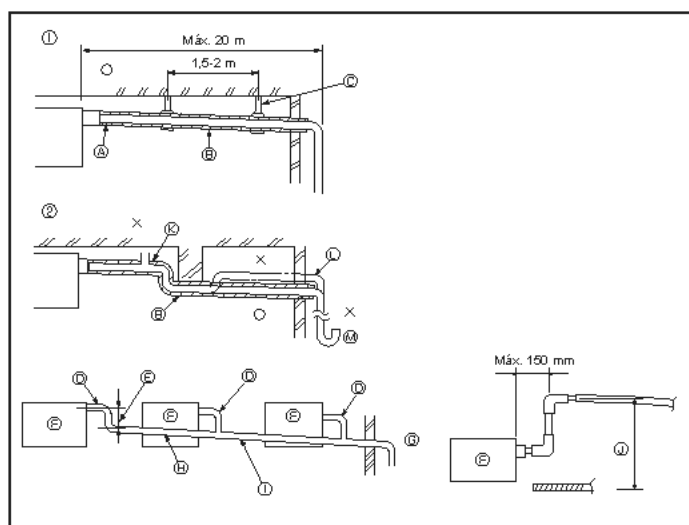

Fig. 6-1
6.1. Tubería de drenaje (Fig. 6-1)
- ① Tubería correcta
- ② Tubería incorrecta
- ③ Aislamiento (9 mm o más)
- ④ Pendiente de descenso (1/100 o más)
- ⑤ Soporte metálico
- ⑥ Purgador de aire